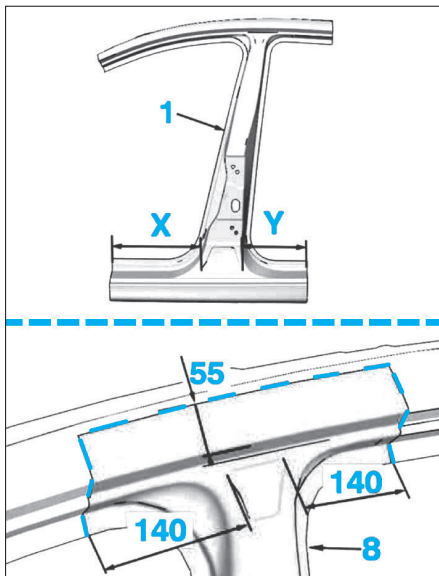

FIG. 34
- Découper le pied de milieu neuf, comme illustré (Fig.34).